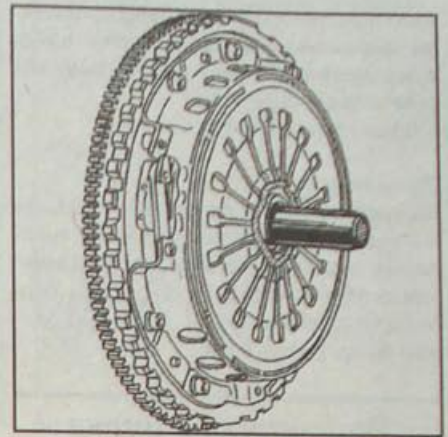

Рис. 5.6. Использование пластмассовой оправки для центрирования ведомого диска сцепления
- Для установки ведомого диска используйте имеющуюся в комплекте пластмассовую центрирующую оправку (рис. 5.6).